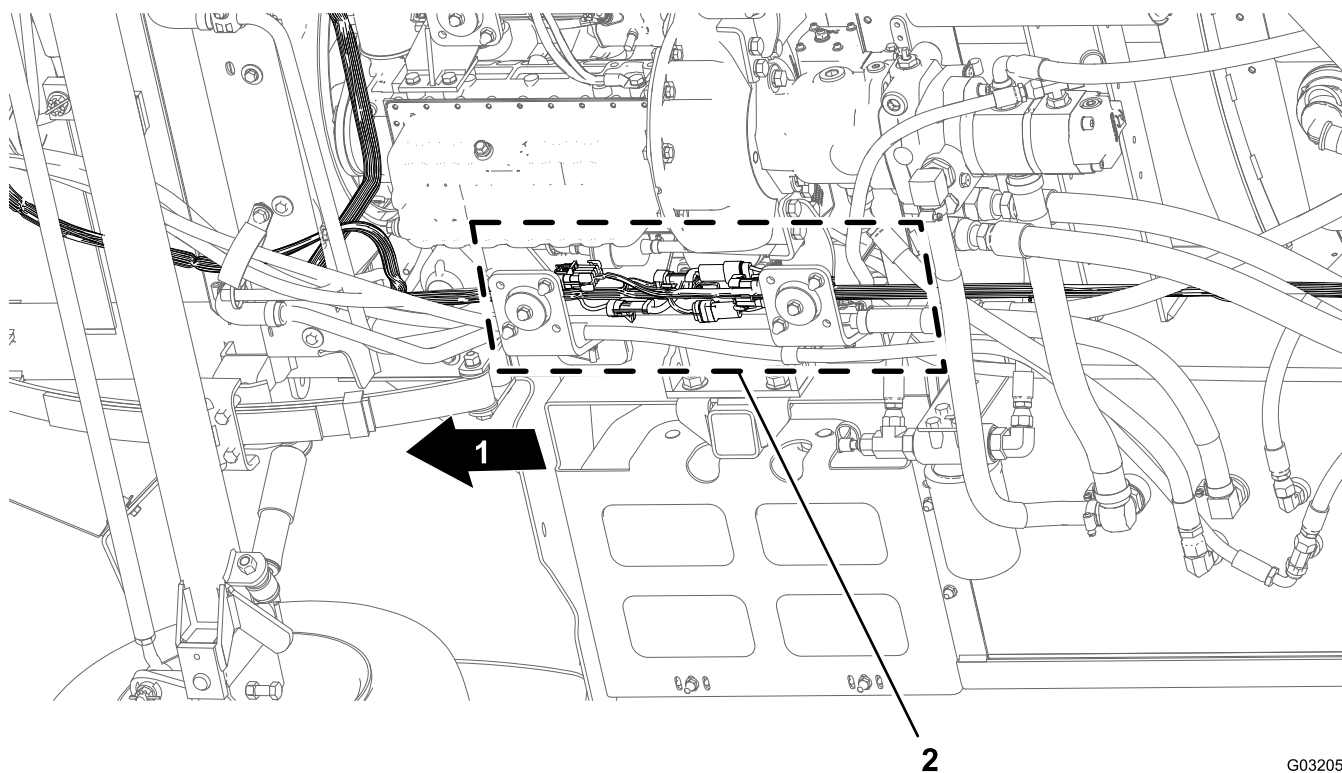

Figura 14
1. Desde debajo de la máquina, en el tubo derecho del bastidor, localice los conectores eléctricos de los arneses de cables delantero y trasero de la máquina (Figura 14).